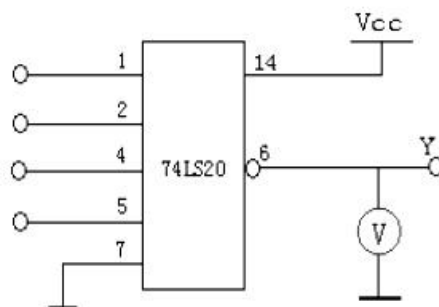

图1.1 双四输入与非门
- (1) 选用双四输入与非门74LS20 一只, 插入面包板, 按图1.1 接线
- (2) 将逻辑电平开关按表 1.1 状态转换, 测出输出逻辑状态值及电压值填表。